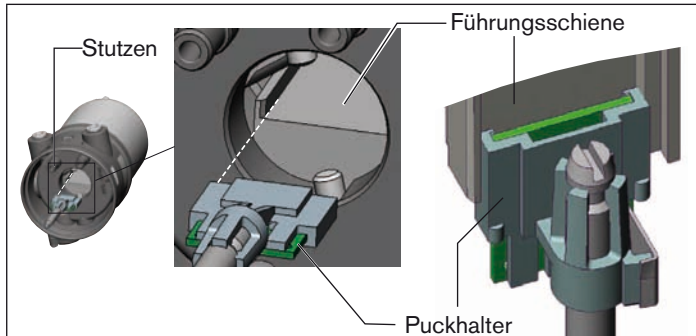

Bild 5: Ausrichten des Puckhalters
1. der Puckhalter in die Führungsschiene des Positioners (siehe „Bild 5“) und